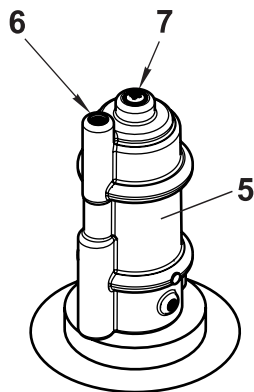

Рис. 9
4.5.4 Время открытия клапана зависит от настройки. Для регулировки времени открытия клапана используйте регулировочный винт 6 в верхней части корпуса замедлителя 5 (рис. 9). Поворачивая винт по часовой стрелке (вкручивание вовнутрь корпуса замедлителя), время открытия клапана увеличивается, и, наоборот, поворачивание винта против часовой стрелки (вы-